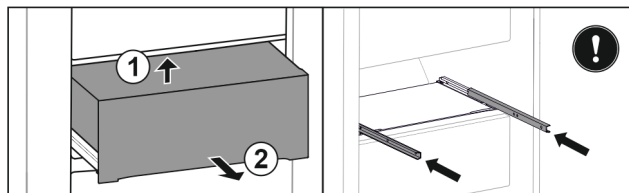

Fig. 29 *
- Sollevare dal basso sul lato posteriore Fig. 29 (1)*
- Rimuovere tirando in avanti Fig. 29 (2)*